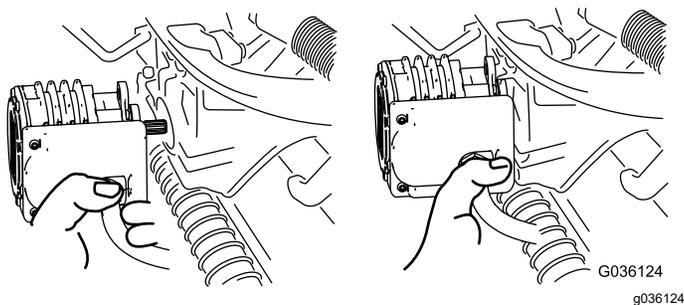

図 58
- 外したモータは、サスペンションアームの前方にある一時保管位置にセットしておく 図 58。